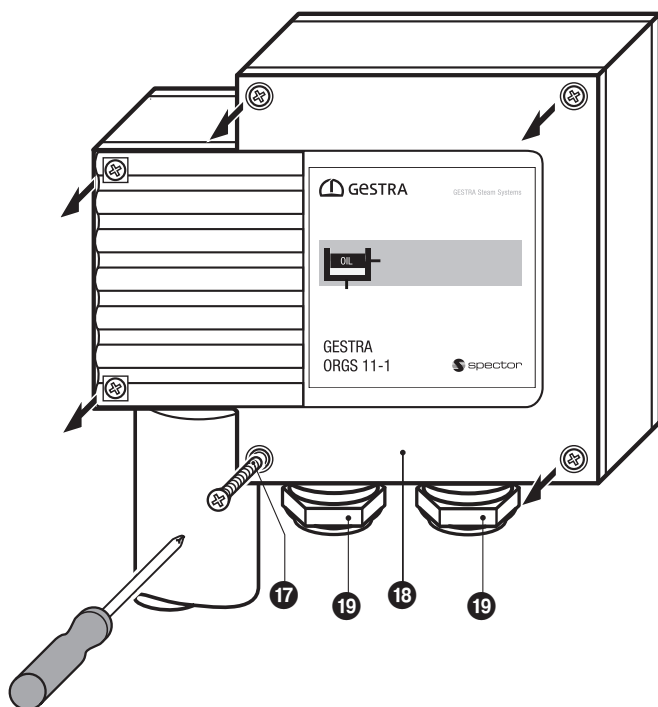

Fig. 6
1. Deckelschrauben 17 lösen, Gehäusedeckel 18 abnehmen. **Fig. 6**
1. Deckelschrauben 17 lösen und den Gehäusedeckel 18 abnehmen. **Fig. 6**
1. Deckelschrauben ⑰ lösen, Gehäusedeckel ⑱ abnehmen. **Fig. 6**
2. Elektrodenleitungen von den Steckfahnen auf der Leiterplatte abziehen. Klemmleiste ⑳ abziehen.